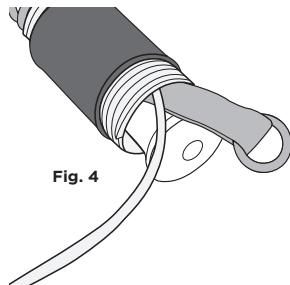

Fig. 4
- The Cold Shrink Tool Trap's inner core has a loose end that should route up through the opposite end of the Shrink Trap piece. The loose end should point away from choked portion of tool tail [fig 4]. If it is not in this position, reroute it up through the interior of the shrink's core.
- El tubo interior del Tool Trap retráctil en frío tiene un extremo suelto que sobresale por el extremo opuesto del enganche retráctil. El extremo suelto debe apuntar lejos de la parte anudada de la Tool Tail [fig. 4]. Si no se encuentra en esta posición, devíselo hacia el interior del tubo del enganche retráctil.